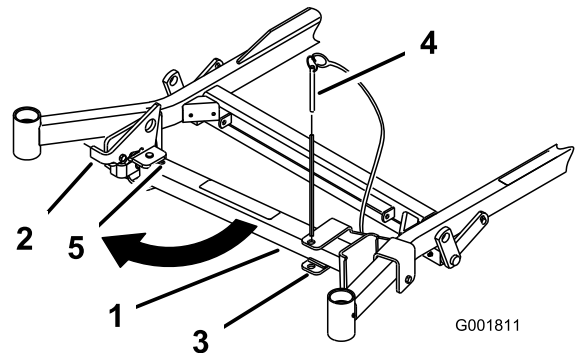
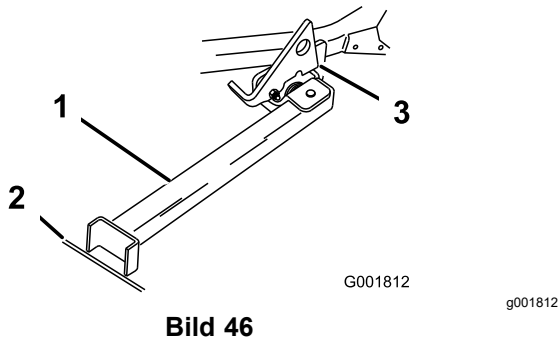

Bild 45
Bild 46
2. Nehmen Sie den Halterungsstift ab (Bild 45).
4. Drehen Sie den Ständerfuß nach vorne heraus und schieben ihn zur Maschine hin in den unteren Schlitz (Bild 45 und Bild 46).
5. Stellen Sie den Fuß auf den Boden und lassen Sie den Riegel auf der Drehzapfennase aufliegen (Bild 46).
Hinweis: Stellen Sie den Ständerfuß am besten in Risse auf Gehwegen oder in der Grünfläche (Bild 46).
7. Fahren Sie die Maschine auf den Ständer. Halten Sie an, wenn der Riegel über der Nase in die arretierte Stellung einrastet (Bild 46).
5. Stellen Sie den Ständer wieder in die Ruhestellung (Bild 45).